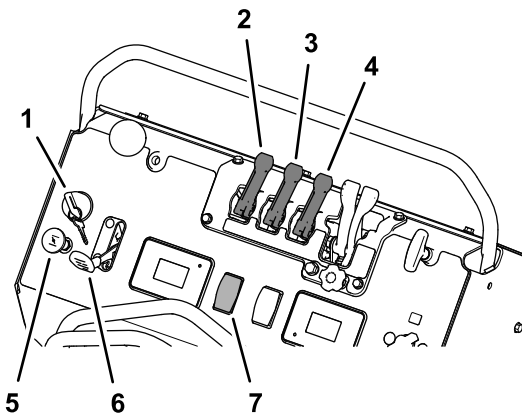

Figura 63
3. Ponga el freno de estacionamiento, mueva la palanca de control de la dirección/control de movimiento a la posición de PUNTO MUERTO, y arranque el motor (Figura 63); consulte Cómo arrancar el motor \(página 25\).
4. Pulse el interruptor de la bomba de fumigación a la posición de ACTIVADO, y ponga el acelerador en la posición de RÁPIDO (Figura 63).
5. Tire de la palanca de agitación del depósito a la posición de ACTIVADO (Figura 63).
1. Tire hacia atrás de las palancas de patrón de fumigación ancho y estrecho, hasta la posición de ACTIVADO (Figura 63).
6. Mueva las palancas del patrón de fumigación hacia adelante a la posición de DESACTIVADO, ponga el interruptor de la bomba de fumigación en la posición de DESACTIVADO y apague el motor (Figura 63).